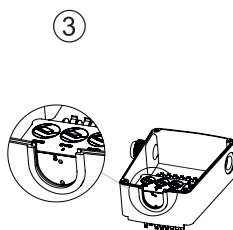

рис.12
3. Вставьте обратно модуль переключения таким образом, чтобы желаемая скорость была видна через смотровое окошко в клеммной коробке (рис.12).